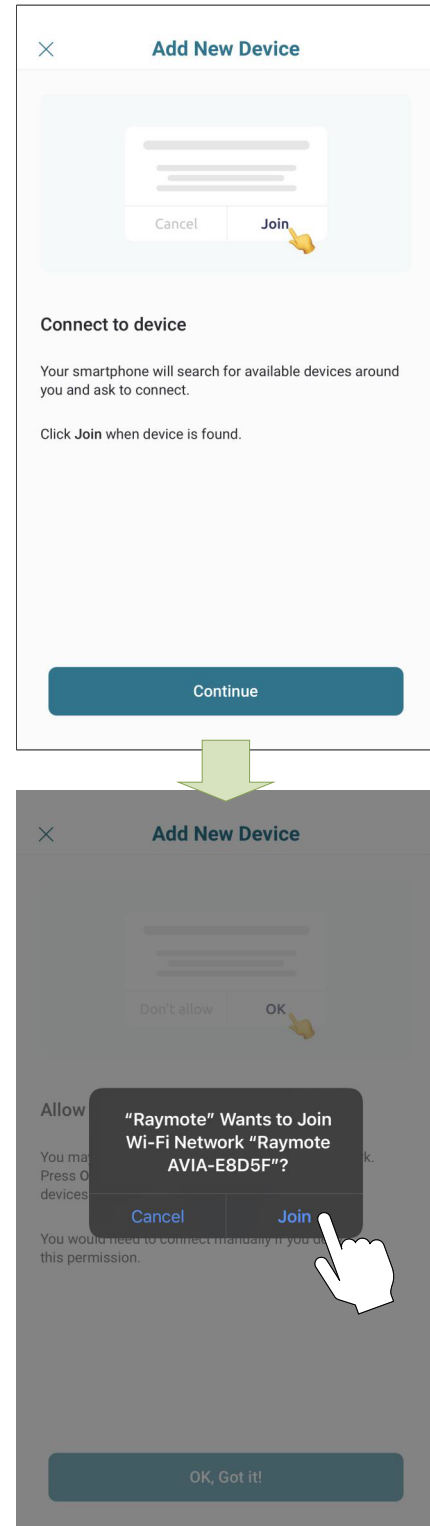

Figure 86. Connecter un téléphone iPhone
5. **iPhone:** l'application Raymote recherche les appareils à proximité. Si plusieurs unités sont prêtes à être connectées, placez-vous près de celui que vous souhaitez connecter en premier. Sélectionnez l'appareil que vous souhaitez connecter au réseau sans fil puis appuyez sur Join (Rejoindre) ou sur Annuler (Cancel) pour sélectionner au autre appareil, voir **Figure 86**.